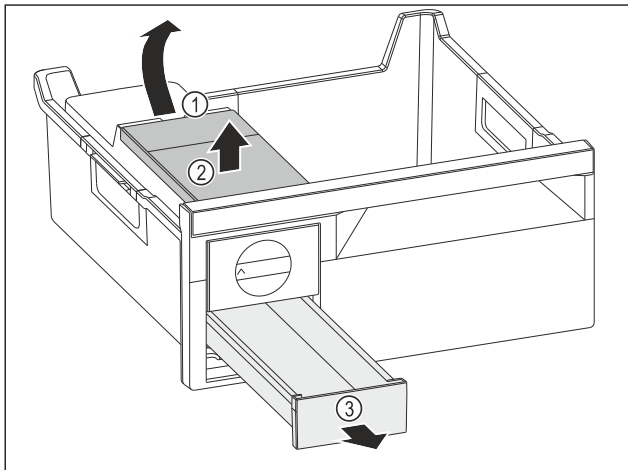

Fig. 144
- ▶ Sacar el depósito de agua: Subir el depósito de agua por la entalladura Fig. 144 (1).
- ▶ Extraer el depósito de agua Fig. 144 (2) por arriba.
- ▶ Extraer el cajón para cubitos de hielo Fig. 144 (3) por delante.